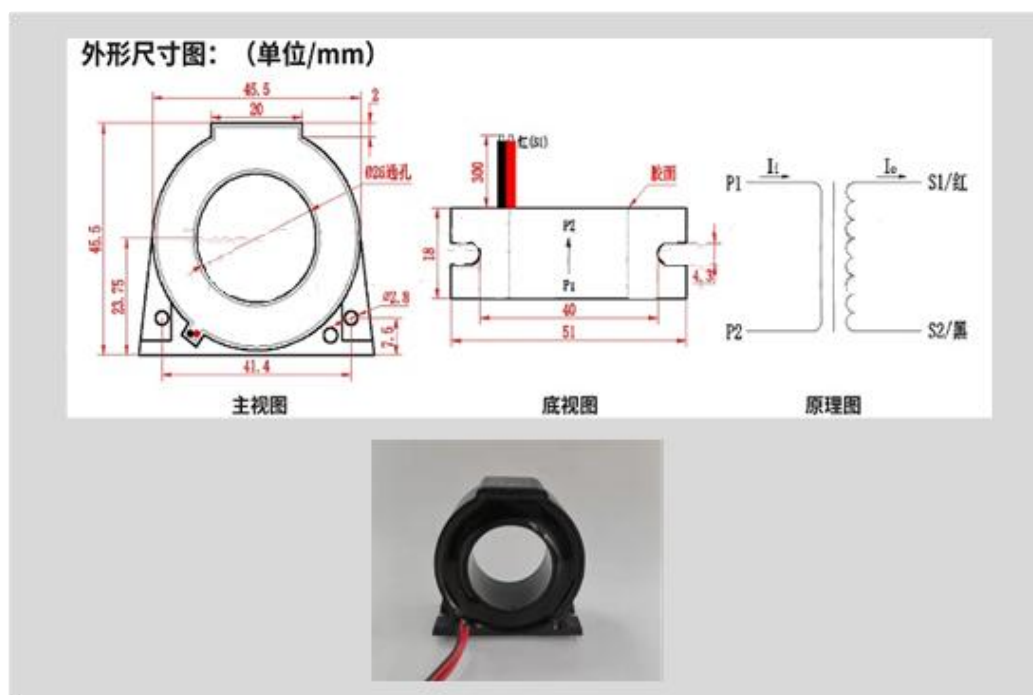

图 6 闭环电流互感器
**选配漏电流互感器：**测量漏电流的外置电流互感器，如图 6 所示。选配互感器孔径比例请咨询销售人员，可选配互感器型号如下所示。注：一次侧按图中箭头方向穿线。